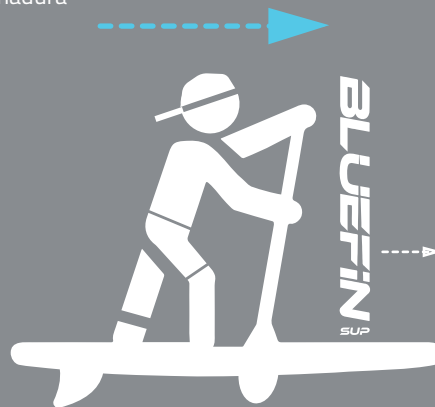

Imagen 2.
- Usa el remo en la correcta posición, con el logo de Bluefin en la parte frontal de la caña del remo, **Imagen 2**. La longitud del remo debería ajustarse a unos 15 cm por encima de la cabeza del usuario, **Imagen 3**.